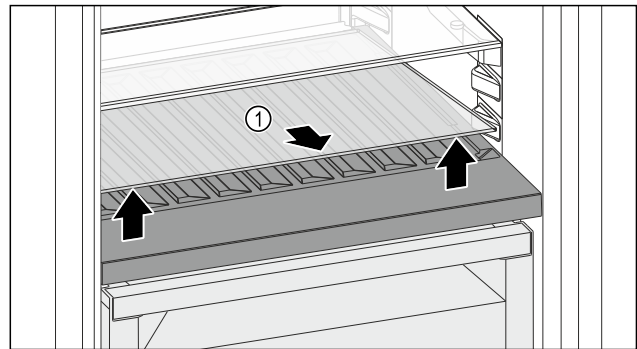

Fig. 151
- ▶ Glasplaat Fig. 151 (1) bij de uitsparing aan de voorzijde optillen en verwijderen.
- ▶ Glasplaat Fig. 151 (1) goed bewaren buiten het apparaat.
- ▶ Glasplaat (2) onder het variabele flessenrek plaatsen.